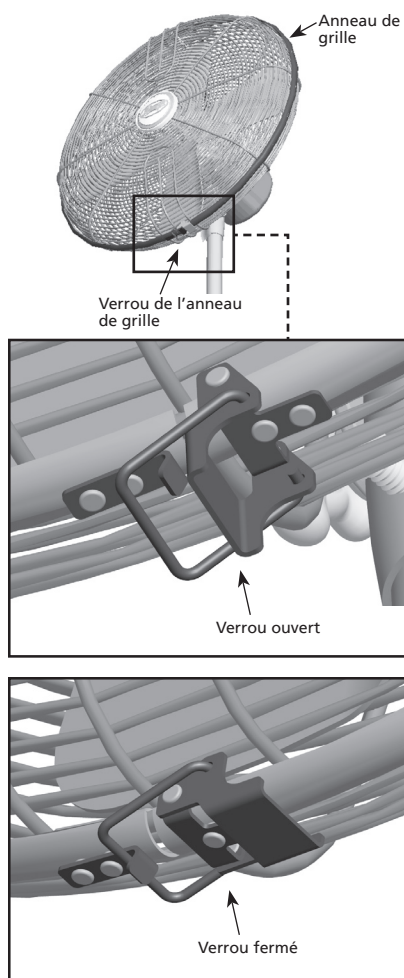

FIGURE 14
27. Placer l'anneau de grille autour des couronnes de grille avant et arrière, avec son ouverture à la base des couronnes. Enclencher les deux extrémités de l'anneau de grille et les fixer avec le verrou de l'anneau. Voir Figure 14.